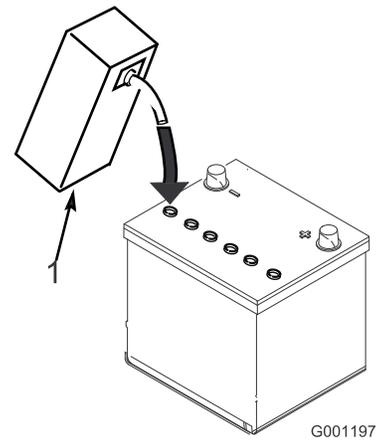

Figure 10
- Versez de l'électrolyte avec précaution dans chaque élément jusqu'à ce que les plaques soient recouvertes d'environ 6 mm de liquide (Figure 10).
- Attendez environ 20 à 30 minutes pour que les plaques aient le temps de s'imprégner d'électrolyte. Faites l'appoint au besoin pour faire monter le niveau de liquide à environ 6 mm en dessous du creux de remplissage (Figure 10).